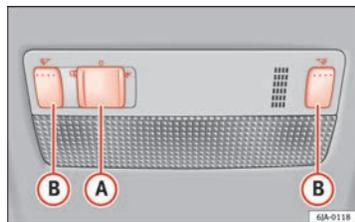

Fig. 60 Illuminazione interna – variante 1
- Muovere il commutatore **A** ⇒ fig. 60 verso il lato della lampadina, compare il simbolo ☞.
- Muovere il commutatore **A** ⇒ fig. 60 nella posizione centrale **O**.
- Muovere il commutatore **A** ⇒ fig. 60 verso il centro della lampadina, compare il simbolo ☞.
- Le luci di lettura si accendono e spengono mediante il tasto **B** ⇒ fig. 60.
Se è attivato l'interruttore delle luci dalla porta (commutatore **A** ⇒ fig. 60 in posizione ☞), la luce si accende quando: